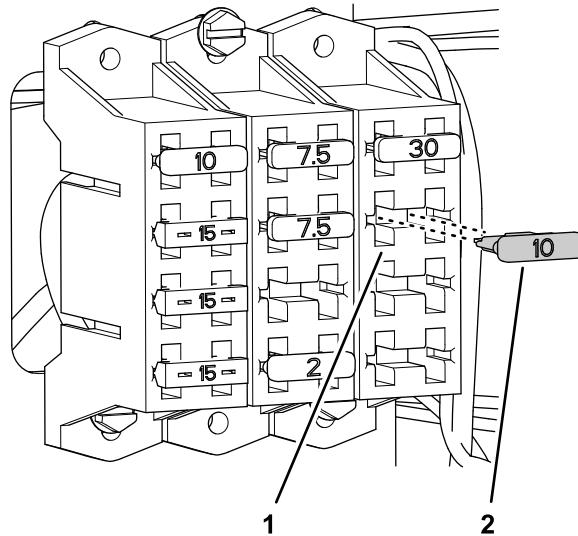

Figure 79
4. Insérez le fusible (10 A) dans l'emplacement prévu pour le circuit d'alimentation des options (Figure 79).